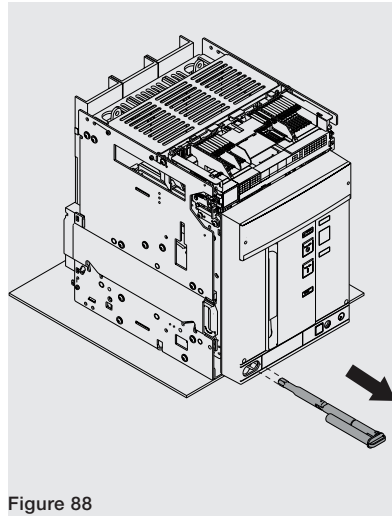

Figure 88
8. Extraire la manivelle de sectionnement de son logement. Voir Figure 88.